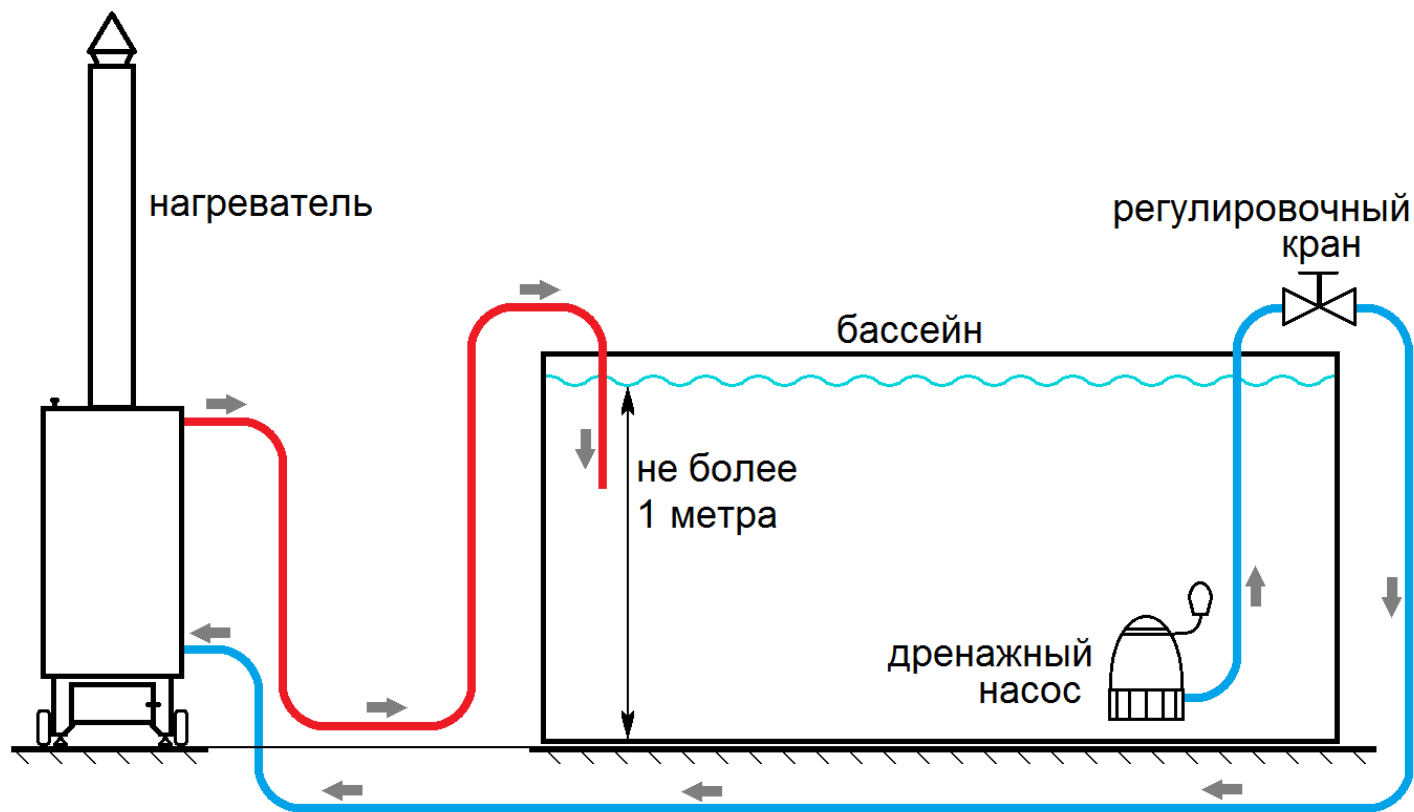

Рисунок 3. Схема подключения нагревателя на одном уровне с бассейном.
### Подключение к бассейну (см. рис. 3 – 5)
- расстояние по вертикали между ножками нагревателя и уровнем воды в бассейне более 1 м (см. рис. 3 – 5);